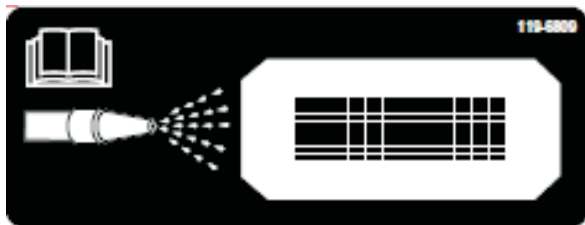
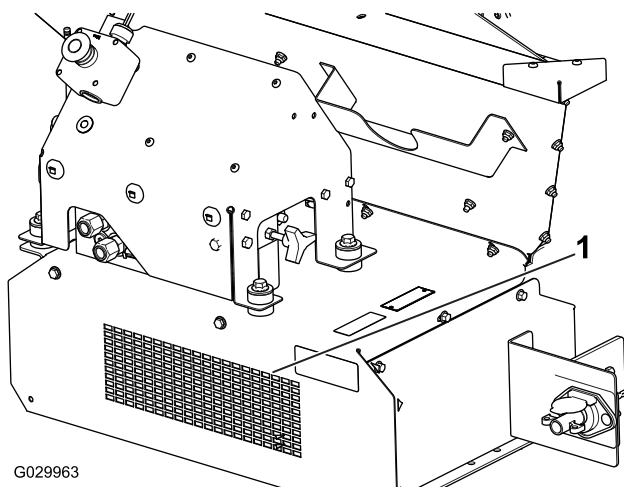

Figura 57
Figura 58
- Localize o autocolante de limpeza na parte da frente da máquina (Figura 57), utilizando uma mangueira de jardim, pulverize a grelha de proteção frontal até que o painel inferior esteja totalmente livre de material (Figura 58).